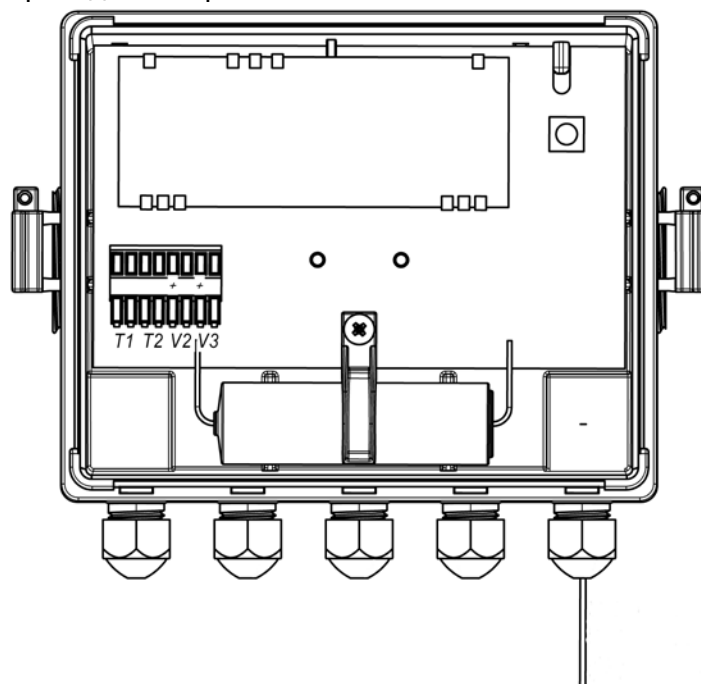

рис. 6.1
6.5.1 Схема расположения размещения клеммных колодок и других элементов на плате под передней крышкой приведена на рис. 6.1.